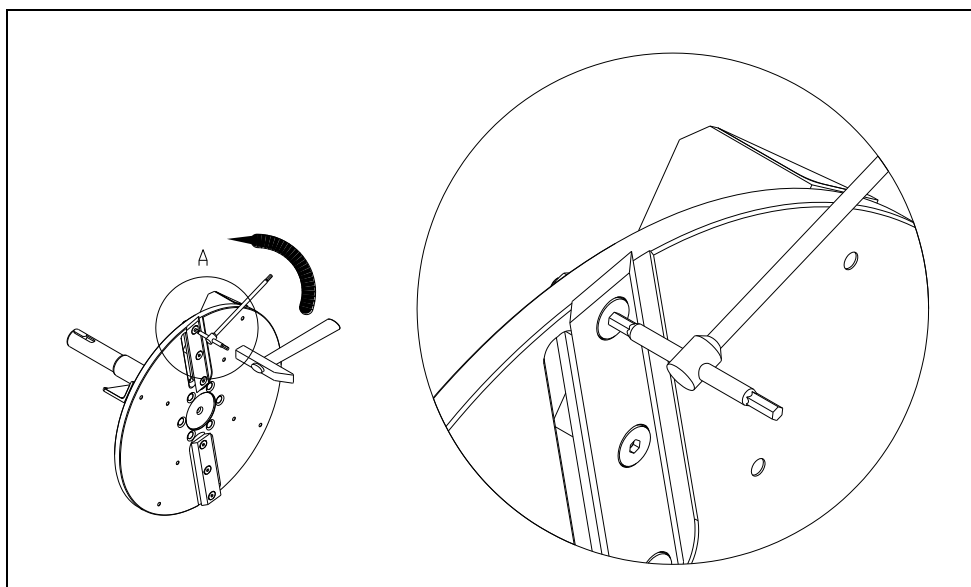

Fig. 19
- Enlever les lames en dévissant les vis de fixation dans le sens antihoraire (fig. 19).